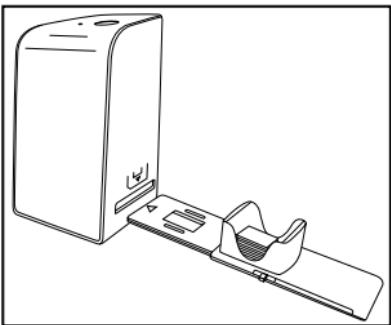

Figure 2
- ◆ Placez les diapositives du bon côté dans le logement à cet effet du chargeur de diapositives ⑥. Environ 10-12 diapositives (en fonction de leur épaisseur) peuvent être placées dans le chargeur de diapositives.
- ◆ Introduisez d'abord le chargeur de diapositives ⑥ avec la fenêtre de visualisation dans le tiroir de droite ④. Veillez à ce que le triangle repère soit à l'avant et bien visible (voir figure 2). Avec le poussoir qui se trouve sur le côté du chargeur de diapositives ⑥, les diapositives du chargeur sont poussées une à une dans le scanner.